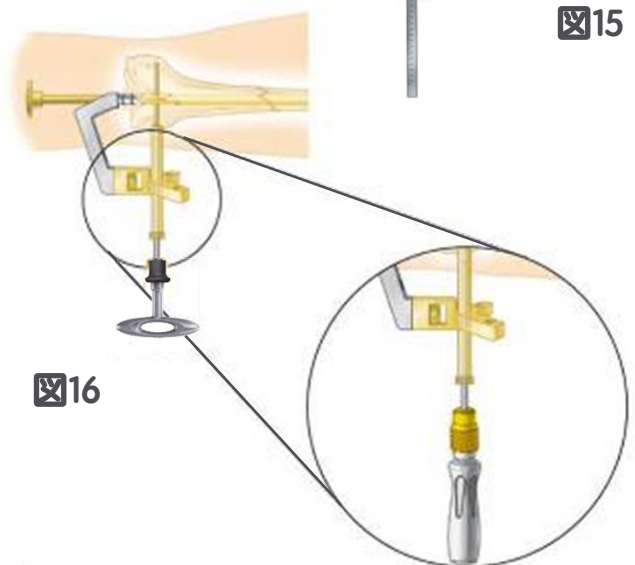

図16
1. 選択した長さのφ5.0mmロープロファイルキャプチャードスクリューをHEXドライバーメディアム（7163-1066）で挿入します（図16）。
- 選択した長さのφ5.0mmロープロファイルキャプチャードスクリューをHEXドライバーミディウム（7163-1066）で挿入します（図16）。